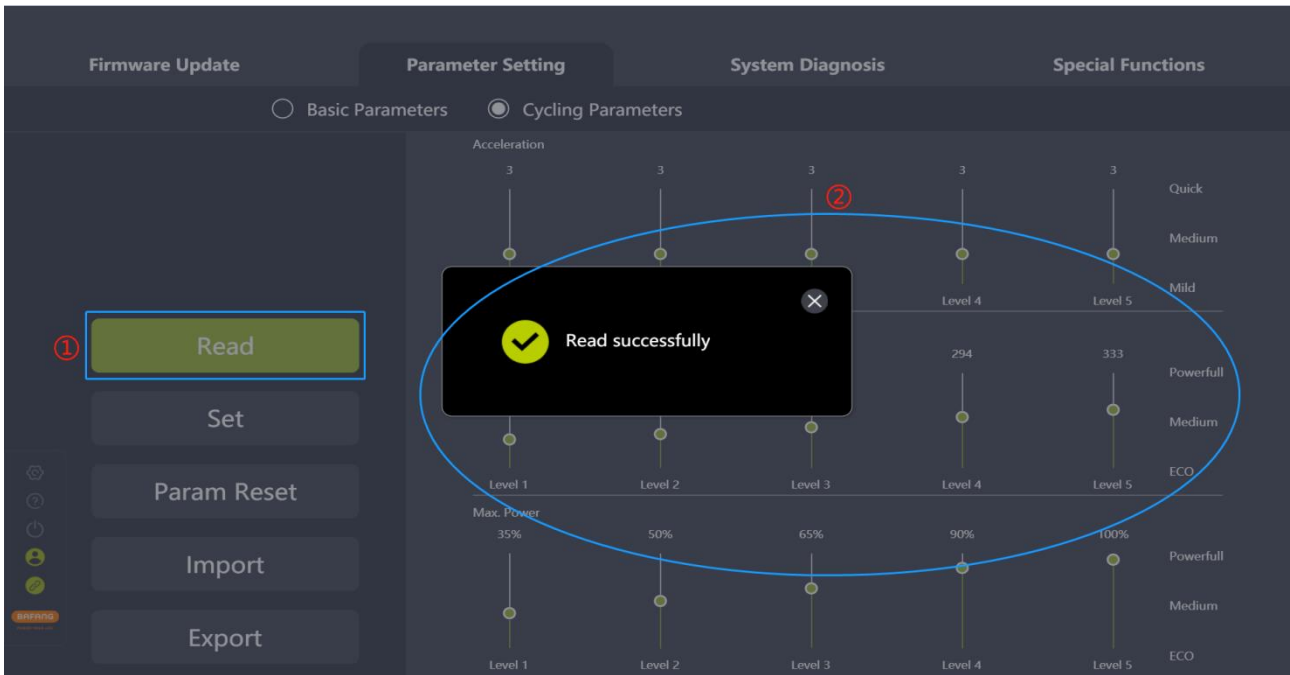

图 5-11 读取
- (1) 确认 BESST 工具箱和控制器正常连接，点击“读取”；
- (2) 界面中各个参数将会以数字和滑动条形式展现（如图 5-11）。